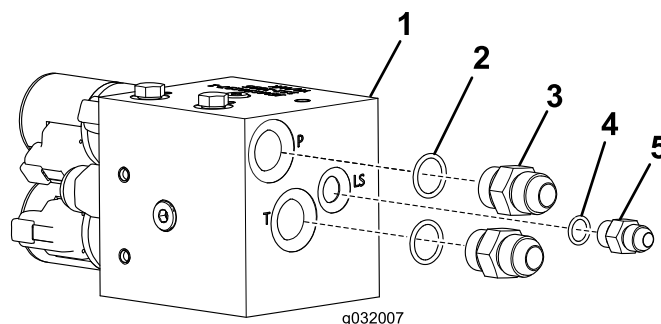

Figure 1
3. Montez le petit raccord droit et les 2 grands raccords droits sur l'électrovanne, comme montré à la Figure 1.